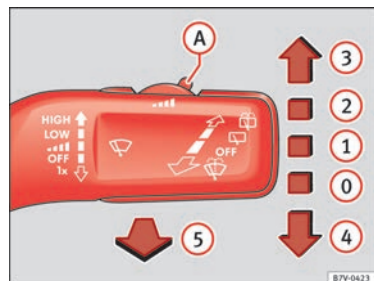

Fig. 65 Manejo del limpiaparabrisas.
| ② | | Barrido a intervalos para el limpiaparabrisas. Con el mando ⇒ fig. 65 A ajuste los niveles de intervalo (en vehículos sin sensor de lluvia), o bien la sensibilidad del sensor de lluvia. |
- Presione la palanca del limpiaparabrisas brevemente hacia abajo ⇒ fig. 65 ④.